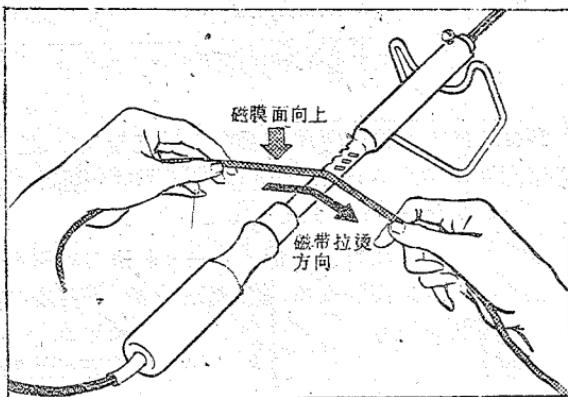

图21 熨平磁带
③磁带上皱折不严重的地方，可按图21所示方法在电烙铁上熨平。